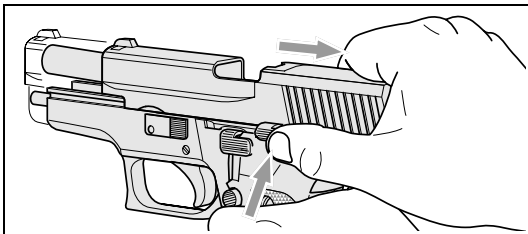

Fig. 7
4. Tire hacia atrás de la corredera **4** hasta el tope y presione hacia arriba el retén de la corredera **18** (véase Fig. 7).